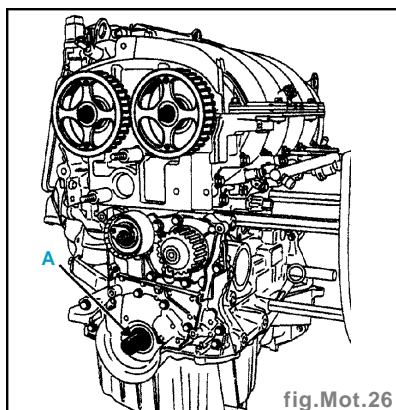

fig.Mot.26
- Vérifier que le vilebrequin soit bien en appui sur la pige de Point Mort Haut **Mot. 1489** (la rainure A du vilebrequin vers le haut) (fig. Mot. 26).